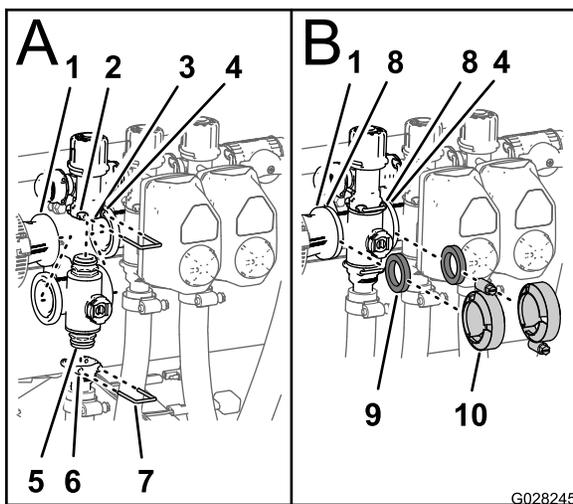

图78
1. 将歧管阀的上端盖接头插入旁通阀接头图78中的A。
- 将卡环插入旁通阀接头的插槽从而将端盖接头固定至旁通阀接头图78中的A。
- 将出口接头组装到歧管阀的下端盖接头上图78中的A。
- 将卡环插入出口接头的插槽从而将端盖接头固定至出口接头图78中的A。
- 在异径管连接头凸缘与喷洒臂段阀歧管之间放1个垫片图78中的B。
- 以手动夹紧夹具的方式组装异径管连接头、垫片和喷洒臂段阀歧管图78中的B。
- 如果要安装最左边的2个喷洒臂段阀请在两个相邻喷洒臂段阀歧管的凸缘之间放1个垫片图78中的B。
- 以手动夹紧夹具的方式组装2个相邻喷洒臂段阀歧管和垫片图78中的B。